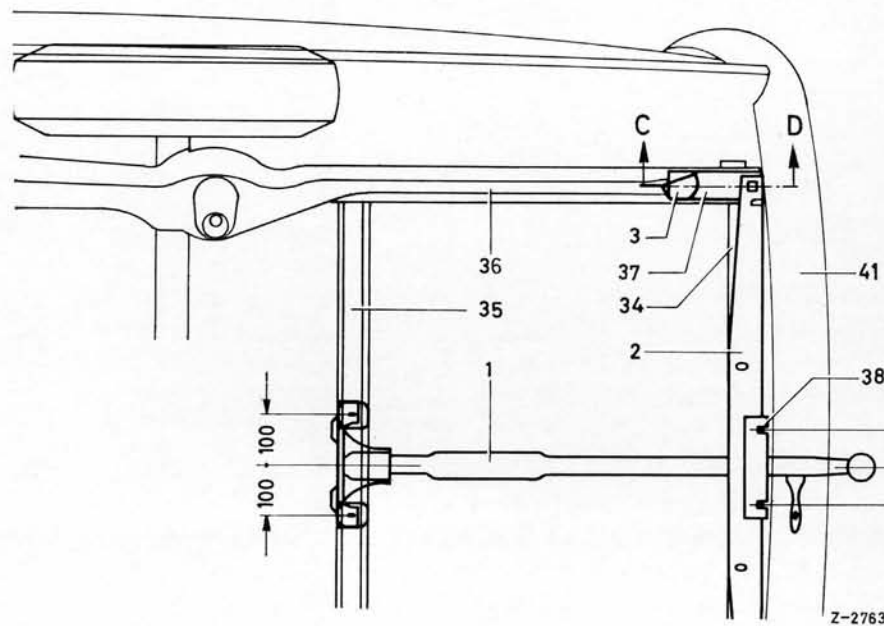

Bild 31-2/1
kabel der Heckleuchten im Kofferraum abnehmen. Anschließend die Bitumenfilzpappe in der Sicke des Querträgers (35) entfernen und die Stromkabel auf die Seite legen (Bild 31-2/1).